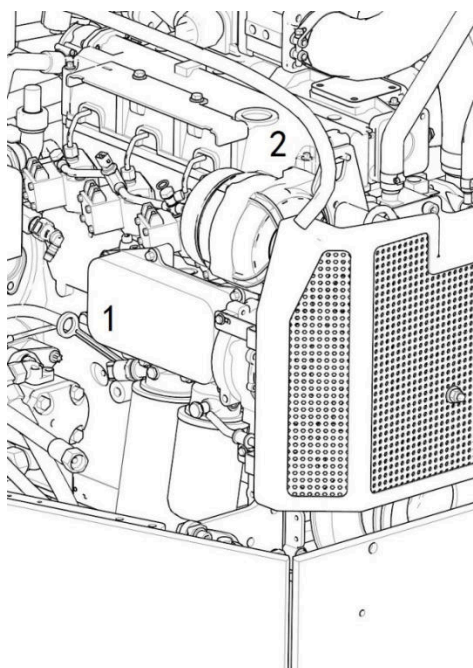

Рисунок 3-3
2. Проверка уровня смазочного масла двигателя (Рис. 3-3)